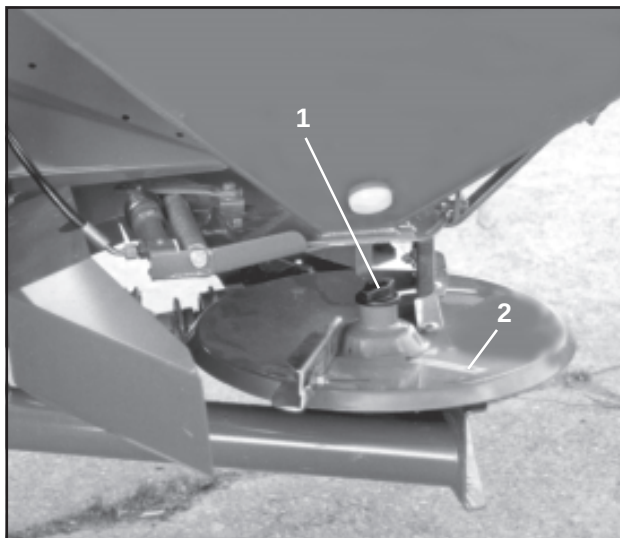

Fig. 7.28
- Skru av vingemutteren (Fig. 7.28/1).
Ikke forveksl "venstre" og "høyre" ved påsetting av spredskivene. For å hindre det er spredskivene kjennetegnet med klistremerker (Fig. 7.28/2).